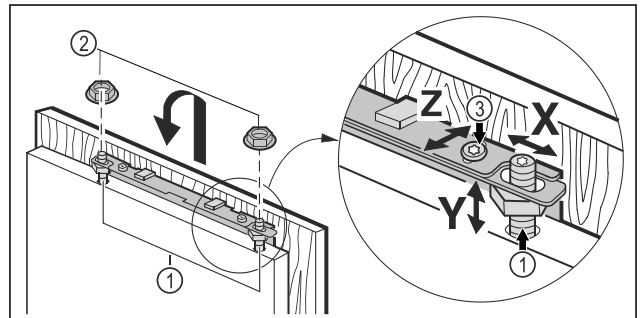

Fig. 18
- ▶ Agățați ușa mobilierului pe bolțurile de reglare Fig. 18 (1) și înșurubați contrapiulițele Fig. 18 (2) slab pe bolțurile de reglare.
- ▶ Aliniați ușa mobilierului pe înălțimea Y și înclinarea laterală: Reglați bolțurile de reglare Fig. 18 (1) cu ajutorul unei șurubelnițe.
- ▶ Strângeți contrapiulițele Fig. 18 (3).